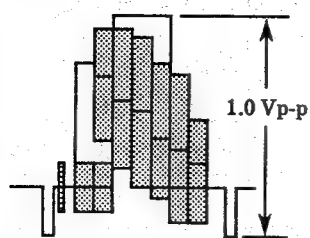

图5-6
7. 检查再现彩条信号幅值是否为图5-6所示1.0 ± 0.04Vp-p的规定要求。